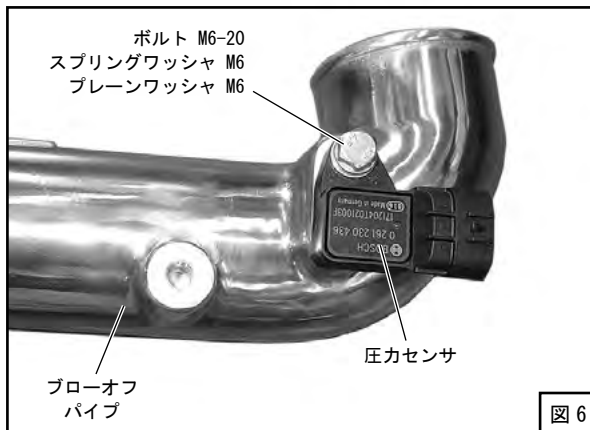

図 6
- (1) ブローオフパイプに圧力センサ（純正）を取付けてください。（図6、図12）